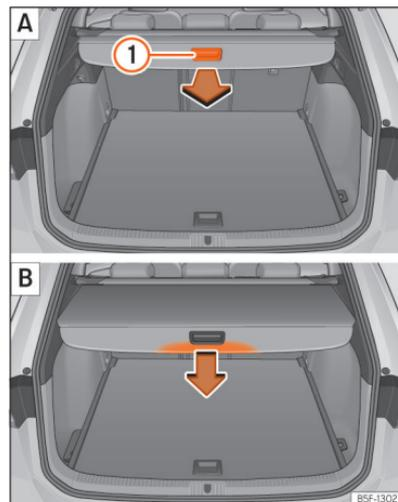

Fig. 181 Na bagageira: desenrolar e enrolar a chapeleira.
- Puxe uniformemente a chapeleira pela pega >>> **Fig. 181** ① para trás e retire-a até ao limite até ouvir o som de encaixe.
- Pressione a pega da chapeleira no sentido da seta até desbloqueá-la >>> **Fig. 181** B.